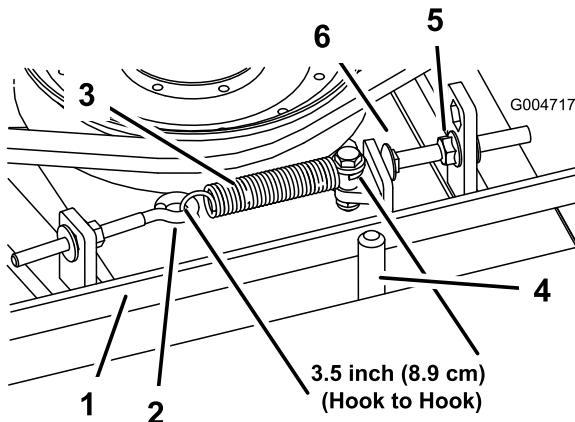

Figura 94
hasta que quede aproximadamente 2–5 mm de holgura entre la cabeza del perno y el brazo tensor (Figura 94).
Nota: Asegúrese de que la correa está colocada en el lado del muelle de la guía de la correa (Figura 94).
2. Afloje el perno de ojal para poder retirar el muelle de extensión (Figura 94).
3. Afloje la tuerca con arandela prensada que fija el perno de tope a la pestaña de montaje, y aparte la polea tensora de la correa para aliviar la tensión de la correa (Figura 94).
- Conecte el muelle de extensión (Figura 94) al perno de ojal y tense la correa de la siguiente manera: